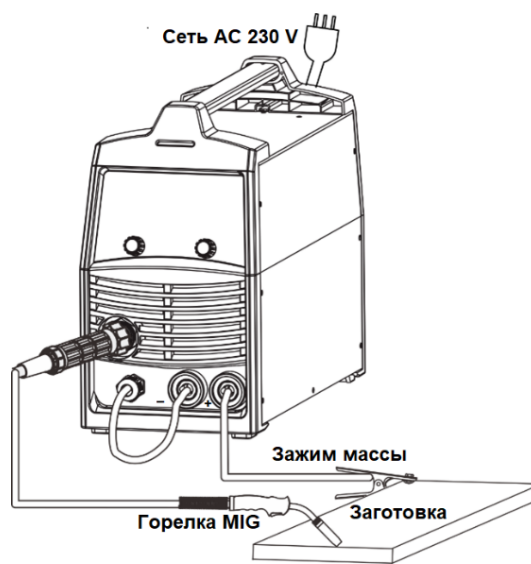

Рис. 4 Сварка порошковой проволокой
- Сварка порошковой самозащитной проволокой: вставьте штекер кабеля массы в положительный разъем на источнике питания (Рисунок 4).